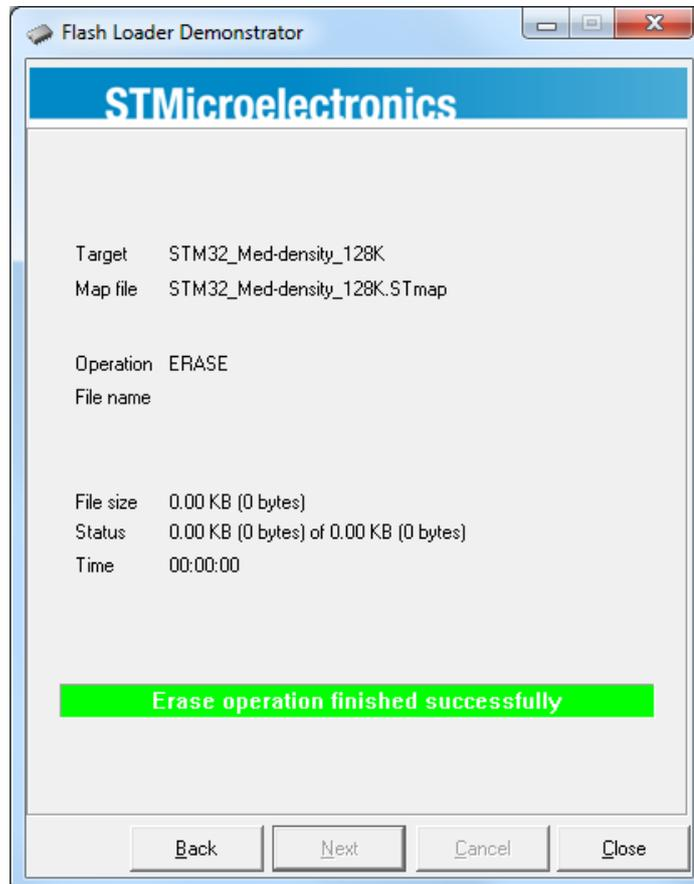
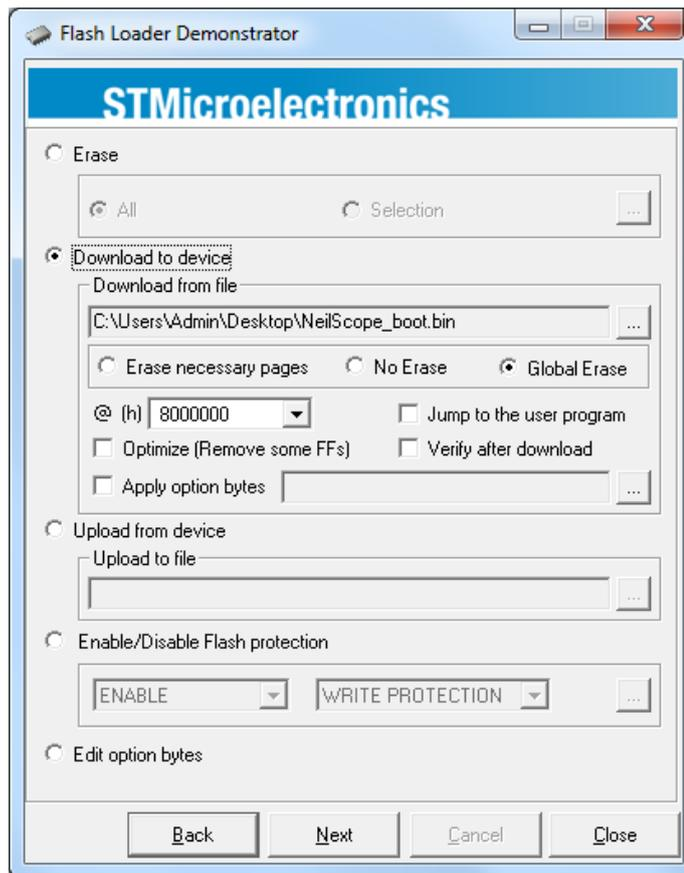

Рис.9 Окно с результатами операции стирания микроконтроллера
Рис.10 Выбор операции записи бутлоадера в память микроконтроллера
10. После выполнения операции стирания, программа «Flash Loader Demonstrator» отобразит окно с результатами операции (Рис.9). В случае выдачи программой сообщения о неуспешном выполнении операции стирания, выполните операцию стирания повторно.
11. В окне с результатами операции стирания (Рис.9) нажимаем кнопку «Back», для перехода к окну выбора операции. Выбираем пункт «Download to device» и нажатием кнопки «...» выбираем из файловой системы компьютера заранее скачанный с сайта бутлоадер «NeilScope\_boot.bin» (Рис.10). Нажимаем кнопку «Next» для записи бутлоадера в память микроконтроллера STM32F103.